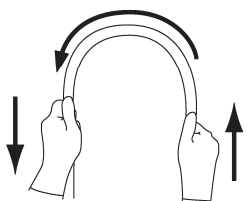

図 14
- ・挿入部：挿入部を両手で持ち、全長にわたって図 14 に示すように順次半円の頂点をずらすように曲げたときに、軟らかさが不連続など、適切な軟らかさを有していない現象。